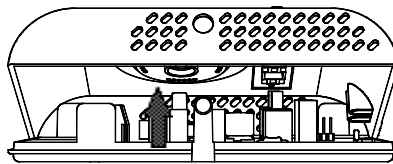

Fig. 5
- 4** Ruotare la calotta esercitando una leggera pressione fino ad estrarla completamente (Fig. 5).
Turn the cover, while pressing it slightly, until it is fully extracted (Fig. 5).